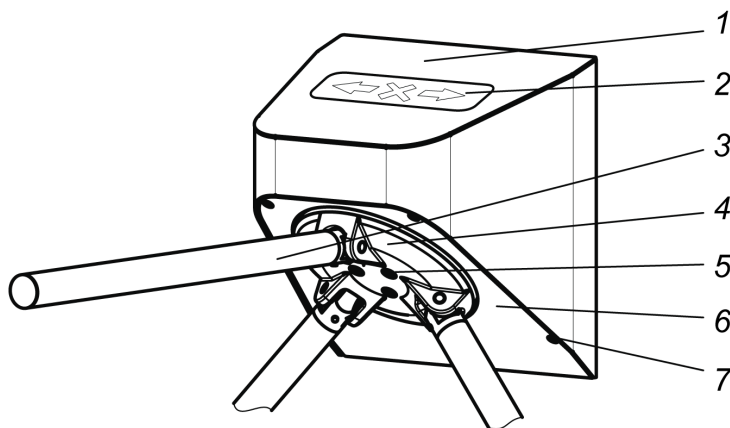

Рисунок 5. Общий вид турникета без монтажного кронштейна (стойки)
Общий вид турникета показан на рис. 5. Номера позиций в тексте настоящего руководства указаны в соответствии с рис. 5 и 6.
Для информирования о текущем состоянии и установленном режиме работы турникета на его колпаке (1) расположен блок индикации (2) (см. рис. 5 и 7). Блок индикации имеет три пиктографических индикатора: